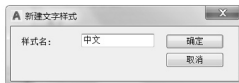

图 3.6 【新建文字样式】对话框
(1) 执行菜单栏中的【格式】|【文字样式】命令,打开【文字样式】对话框。
(2) 单击【新建】按钮,弹出【新建文字样式】对话框,输入“中文”,如图 3.6 所示,单击【确定】按钮返回【文字样式】对话框。